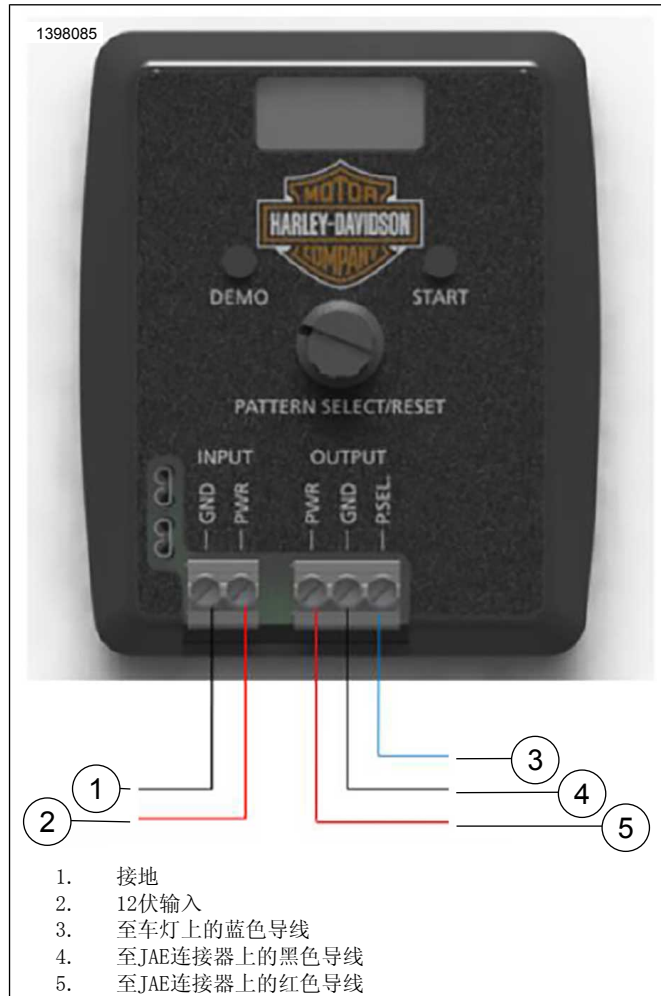

图3。模式编程设置
- 参见图3。将12伏电源连接到PSCP。
- 参见图3。将灯光阵连接到PSCP的OUTPUT(输出)接线端(需要经销商提供导线)。